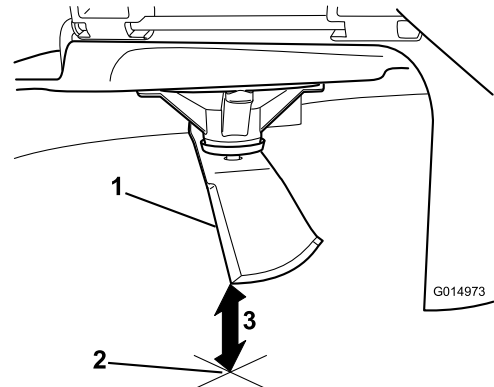

Figure 75
5. Mesurez la distance entre la pointe de la lame et la surface plane (Figure 75).